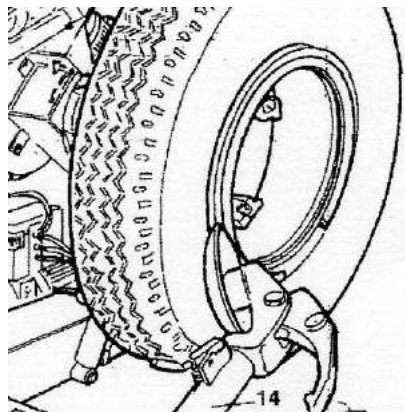

Рисунок 27
- Опустите рычаг устройства (поз. 14, Рисунок 27) в рабочее положение, пока он не защёлкнется в нужном положении.
- Переведите рычаг устройства отжима борта (поз. 14, Рисунок 27) от края обода обратно. Высвободите крюк-бортоотгибатель и наклоните рычаг в нерабочее положение.